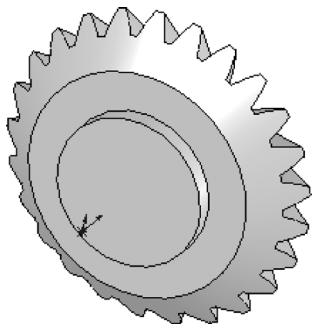

图 8-72 拉伸实体
① 拉伸实体。将锥齿轮的底面设置为基准面，绘制直径为 25mm 的圆，将其拉伸生成高度为 3mm 的实体，结果如图 8-72 所示。